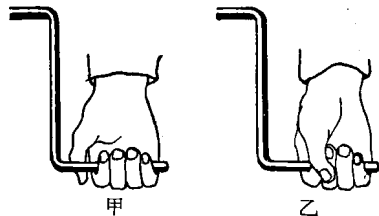

图1—5. 手摇柄的握法;
(5) 如果是用手摇柄起动, 则手摇柄必须准确地与起动爪接合, 大拇指应在手摇柄的外侧(图1—5);